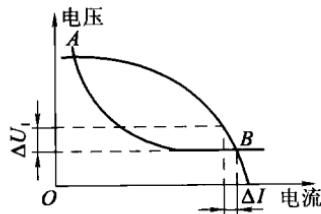

图1—2 陡降的外特性曲线
(1) 构造和性能。弧焊变压器属于交流弧焊机，一般为单相供电。基本原理与一般电力变压器相同，但它是一种特殊的降压变压器，其主要特点是增加一个活动铁心，以便在次级回路中增加阻抗而获得下降的外特性曲线（见图1—2），满足焊接工艺的要求，故称动铁式弧焊变压器。型号中的“B”表示焊接变压器，“X”表示焊接电源外特性为下降外特性，“1”表示该系列产品中的序号，“330”表示额定焊接电流为330 A。BX1—330型弧焊变压器的主要技术数据见表1—1。